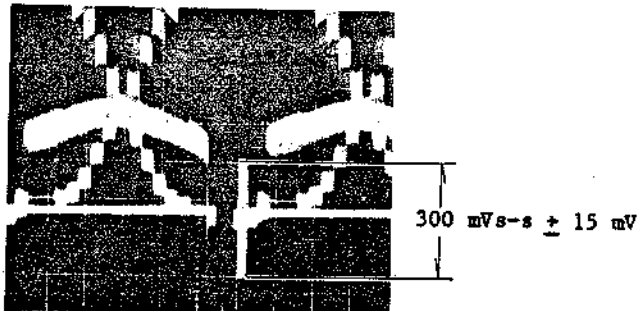

Abb. 4-14 Burstsinalpegel
**(10) Burstsinalpegel (Abb. 4-14, 4-52)**